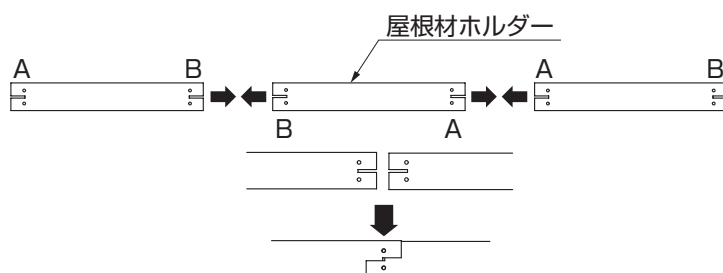

図5-10
- 2本目以後の取付けは、1本目の屋根材ホルダーと反対向きにして、切り込み部分をかみ合わせるように取付けてください。(図5-10参照)